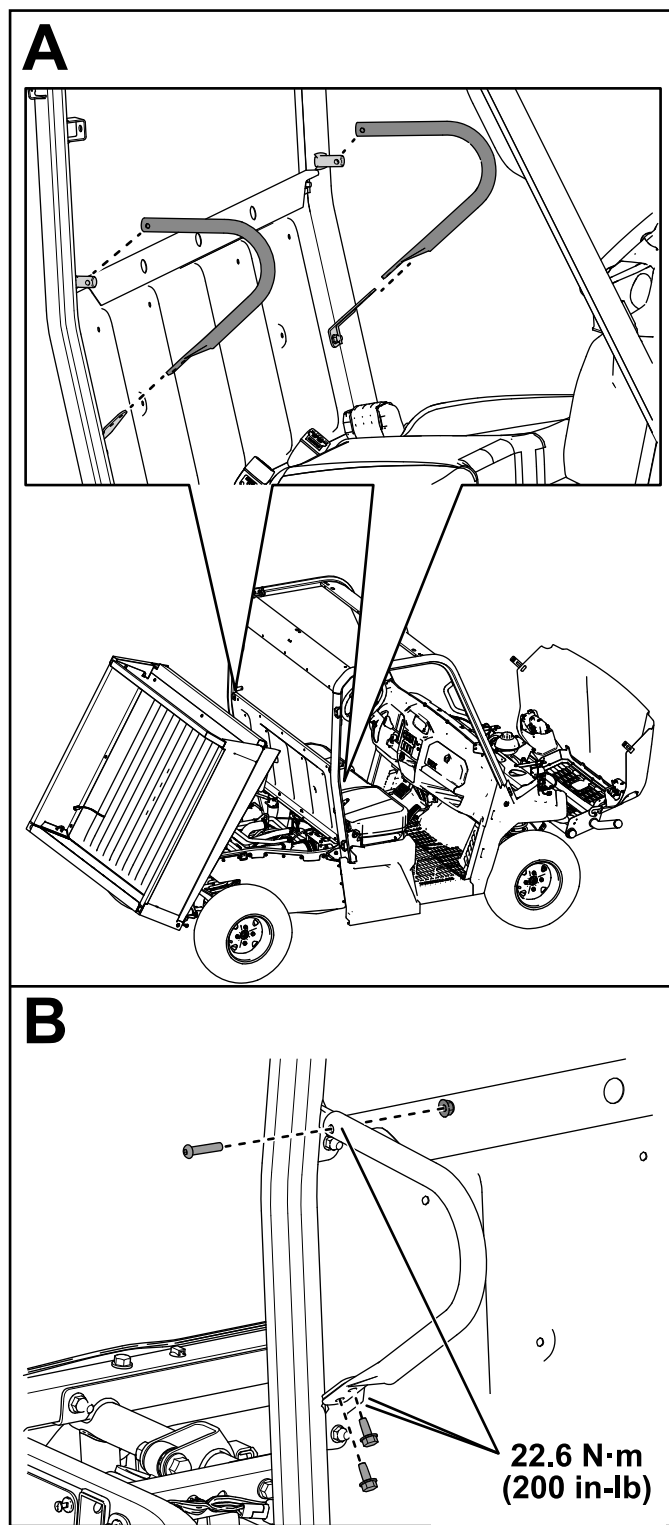

Figure 21
16. Fixez les 2 retenues d'épaules sur les barres arrière de l'arceau de sécurité à l'aide de 4 vis autotaraudeuses (5/16" x 3/4"), 2 boulons à tête ronde (5/16" x 1 1/2") et 2 contre-écrous (5/16"), comme montré à la Figure 21.
Serrez les contre-écrous (5/16") à 22,6 N·m, comme indiqué à la Figure 21.